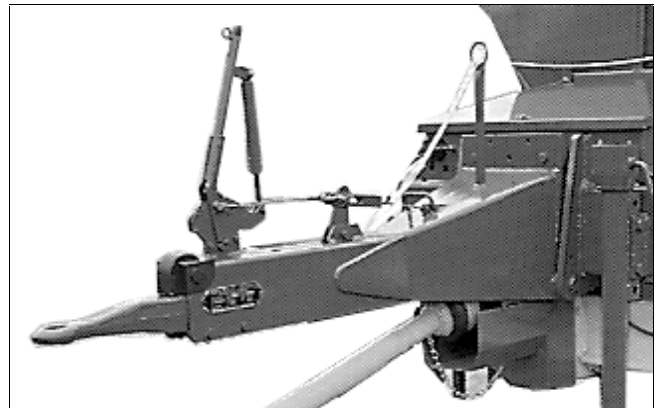

Fig. 5
- Zugdeichsel (Fig. 5) mit Auflaufbremse und Rückfahrautomatik,